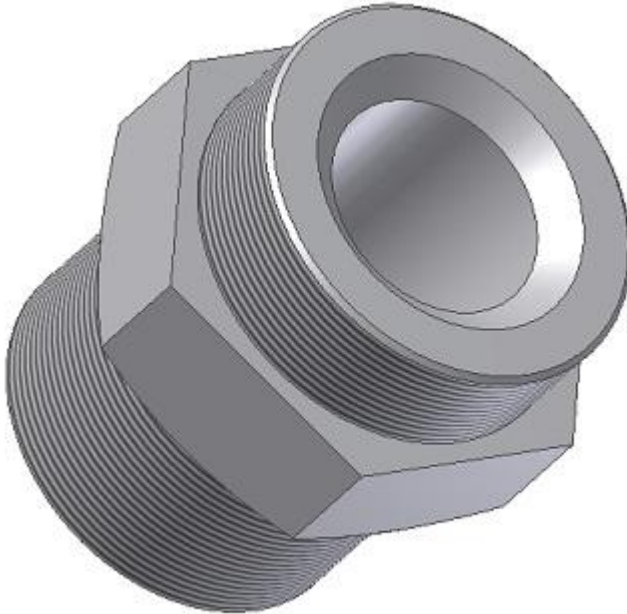

Рисунок 7.1 – Ориентация седла
- При помощи кнопки  **Повернуть** проверните модель так, как показано на рисунке (рис. 7.1).